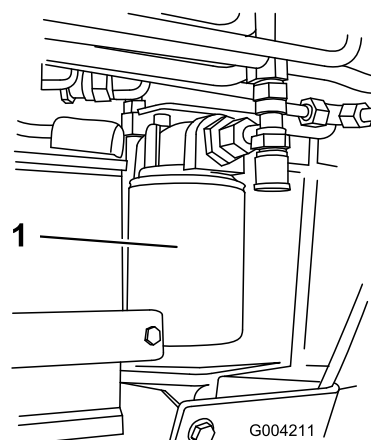

Figura 55
4. Coloque un recipiente debajo del filtro (Figura 55).
5. Retire el filtro usado (Figura 55) y limpie con un paño la superficie de la junta del adaptador del filtro.
7. Instale el filtro hidráulico nuevo en el adaptador del filtro (Figura 55). Apriete el filtro en el sentido de las agujas del reloj hasta que la junta de goma entre en contacto con el adaptador del filtro, luego apriete el filtro tres cuartos de vuelta más.